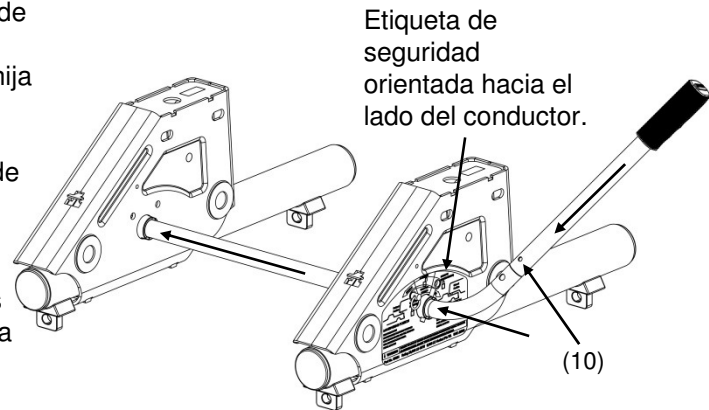

Figura 8
3. Antes de la quinta rueda deslizante REESE™ en la cama de la camioneta. Inserte el manija (3) a través del conjunto conductores lateral (2) (lado del conductor de remolque) y luego a través del conjunto de diapositivas pasajeros lateral (1). Slide manija recto (9) sobre el manija doblado (3). Instale el pasador de rodillo (10). Véase la Figura 8.